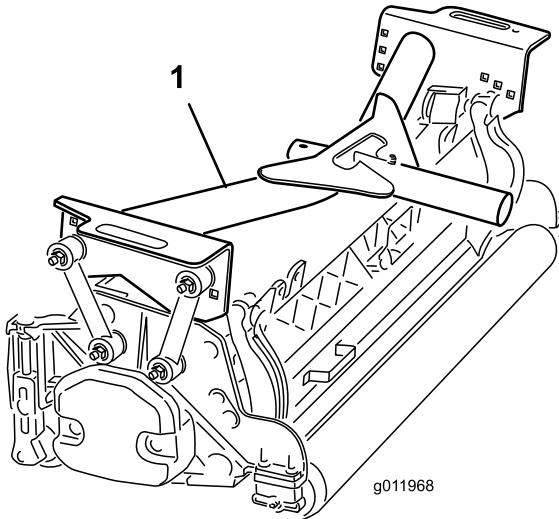

図 16
2. 前キャリアフレーム(図16)を各前カッティングユニットに載せる。